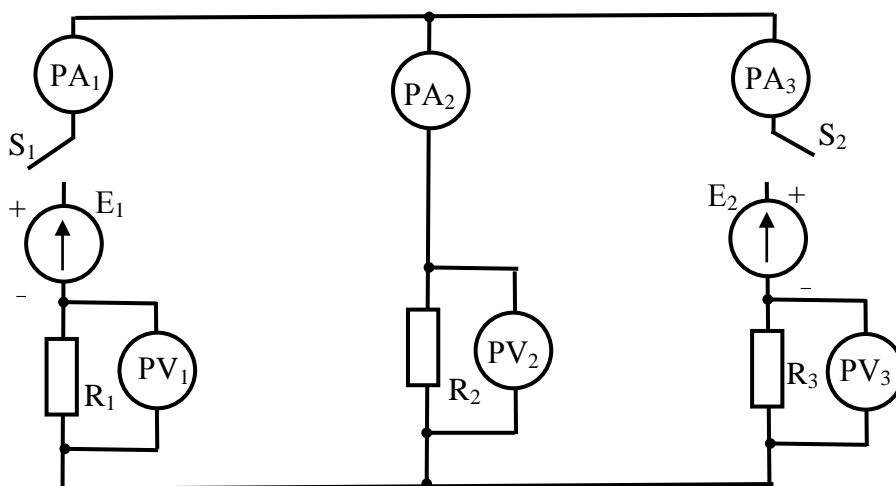

Рисунок 7.1 – Схема электрическая принципиальная
Первый закон Кирхгофа относится к узлам электрической цепи. Сумма токов, входящих в узел, равна сумме токов, выходящих из узла. Для узла 2 (рисунок 7.1):
3. Рисунок 7.1 – Схема электрическая принципиальная.